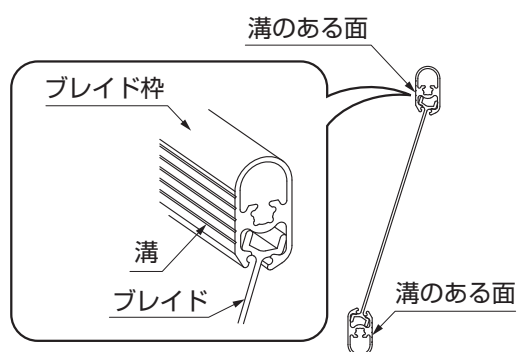

図6-5 ブレードの挿入
- ③ S型・M型の場合は、図6-5のようにブレードをブレード枠に挿入してください。